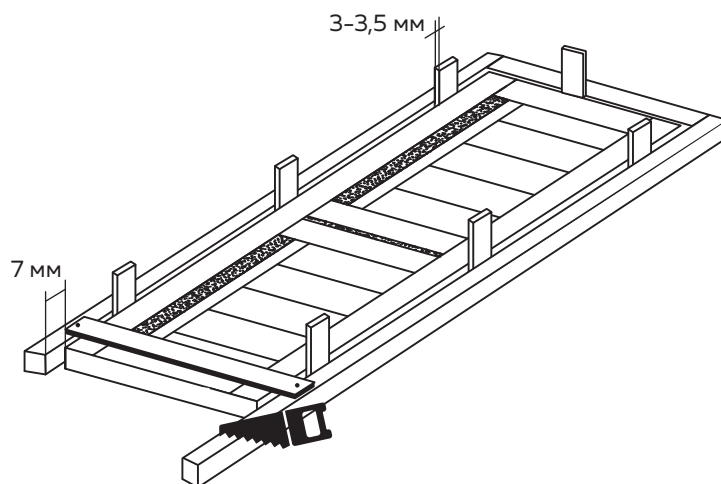

Рис. 2
3. СБОРКА ДВЕРНОГО БЛОКА (Рис. 2)